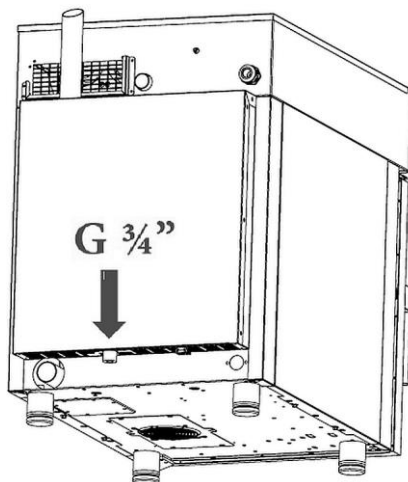

Abb. 4
- Schließen Sie den mitgelieferten Wasserzulaufschlauch an das Anschlussstück (3/4“) des Gerätes an (Abb. 4).